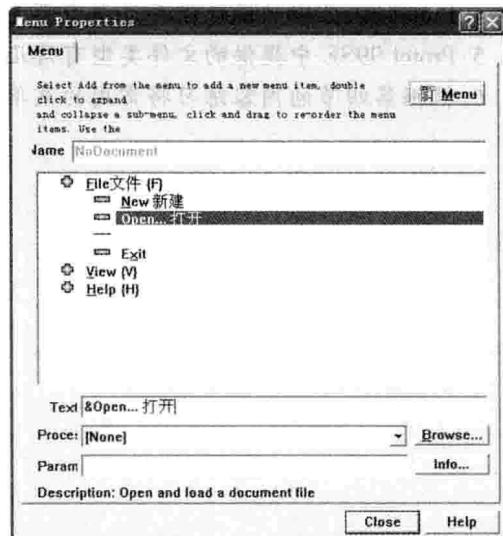

图 1-19 翻译后的菜单属性对话框
(4) 双击前边有加号的菜单, 可以打开菜单列表, 在 Text 后边的文本框中对应的英文后输入中文翻译, 或者将英文删除直接输入中文, 即可完成对菜单的翻译, 如图 1-19 所示。其中, “&”符号表示紧随其后的字母可以与 Alt 键相配合, 如 Alt + F 表示打开【File】菜单。